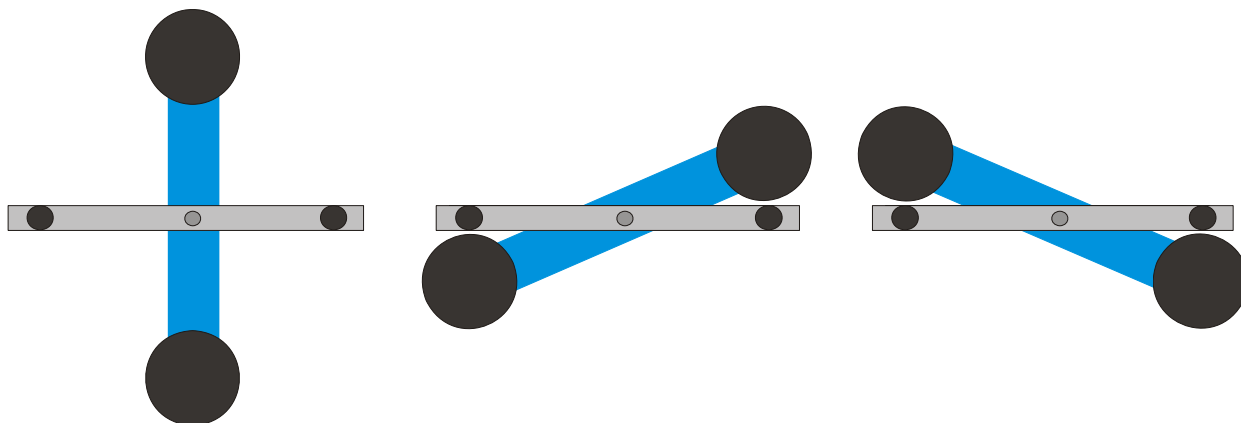

Fig. 6 Positions du renfort longitudinal extérieur (vue de dessus), à gauche : Position 1, au centre : Position 2, à droite : Position 3
- Placer les grosses billes de plomb sur le renfort longitudinal extérieur en position 1 (cf. Fig. 6) et patienter jusqu'à ce que les oscillations s'atténuent (observation de l'indicateur lumineux). Le cas échéant, étalonner le point zéro.